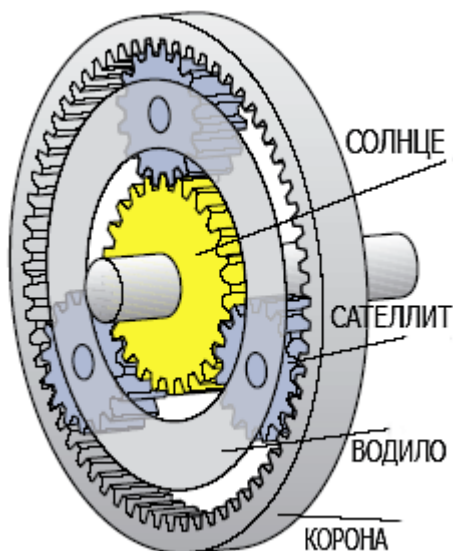

Рисунок 1. Планетарная передача
- в) возможность передачи большего крутящего момента по сравнению с обычными механизмами, так как зацепление шестерен происходит в нескольких точках одновременно (на рис. 1 — в трех);